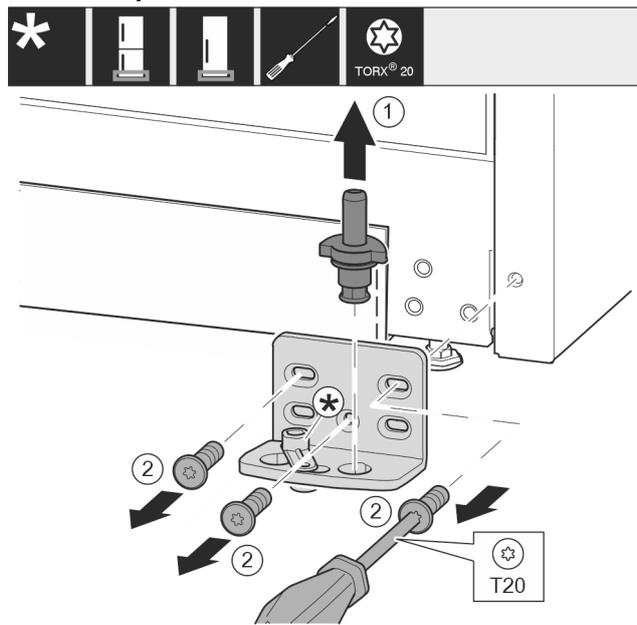

Fig. 20\*
- ▶ Extrageți complet bolțul de lagăr în sus.\* Fig. 20 (1)
- ▶ Extrageți prin rotire și detașați șuruburile cu șurubelnița T20.\* Fig. 20 (2)